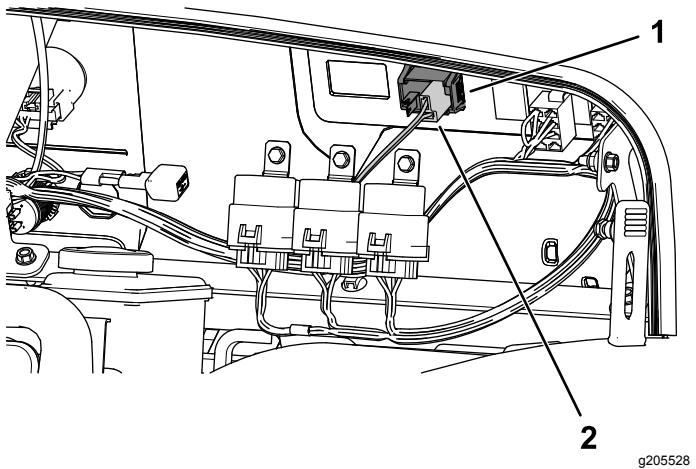
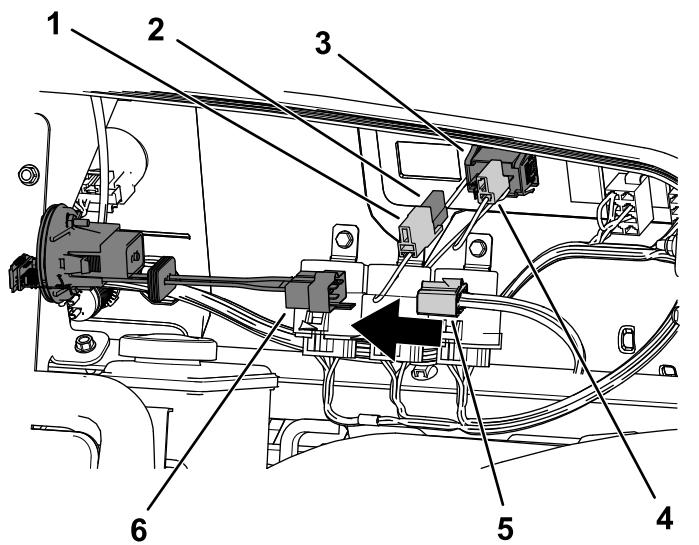

Рисунок 2
Рисунок 3
1. Отсоедините установленный охватывающий 2-гнездовой разъем от установленного счетчика моточасов и вставьте его в охватываемый 2-штыревой разъем на жгуте проводки беспроводного счетчика моточасов (Рисунок 2 и Рисунок 3).
2. Подсоедините охватывающий 2-гнездовой разъем на жгуте проводки беспроводного счетчика моточасов к установленному счетчику моточасов (Рисунок 3).
3. Подсоедините охватывающий 6-гнездовой разъем к новому беспроводному счетчику моточасов (Рисунок 3).